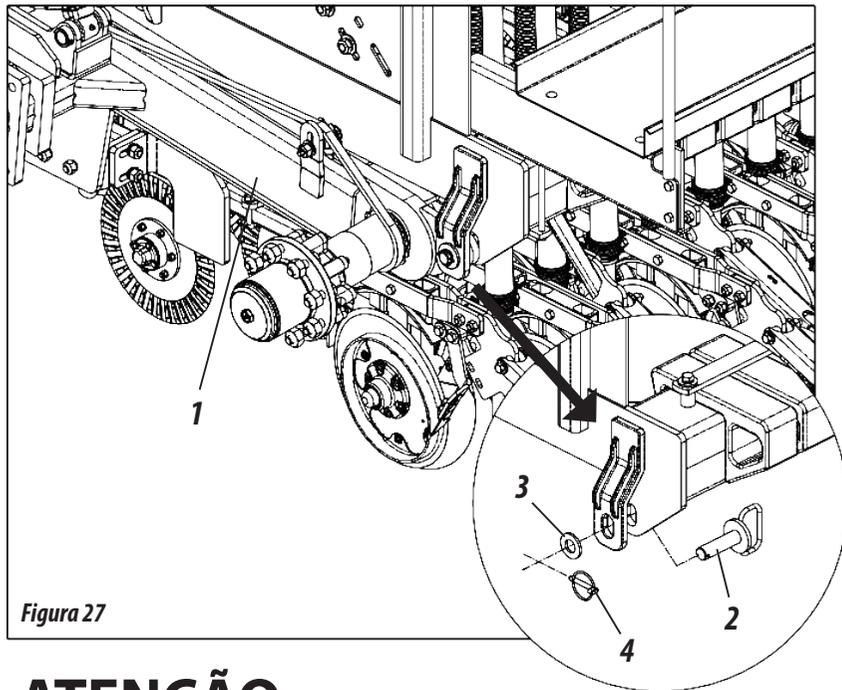

Figura 27
- 2- Em seguida, retire o pino de articulação do rodeiro, **conforme mostra a figura 27, página 30.**
- 3- Depois, levante as linhas através do acionamento total do curso dos cilindros e coloque a trava (4) nas hastes dos cilindros centrais (5) travando com o pino (6) e trava (7).
A não retirada do pino de articulação do rodeiro (figura 27, página 30) antes de levantar as linhas causará danos a semeadora.
SISTEMA DE FIXAÇÃO E ARTICULAÇÃO DAS RODAS (FIGURA 27)